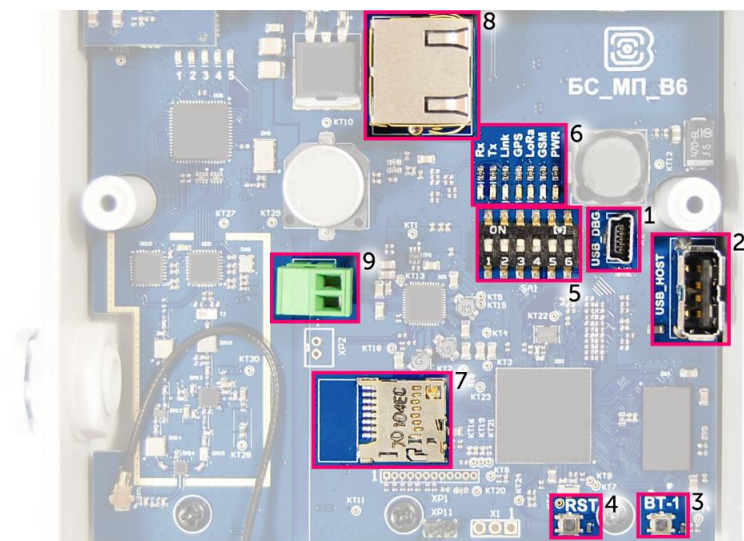

Рис. 3.1. Расположение средств управления и индикации, а также входных и выходных интерфейсов.
Базовая станция подключается к сети интернет 8-жильным сетевым кабелем (витая пара), через разъём на плате (рис. 3.1 (8)). Кабель может быть обжат по стандартам T568A и T568B. Контакты нумеруются с 1-го по 8-й справа налево.
На плате имеется дополнительный разъём для питания (рис. 3.1 (9)). Подключаться к нему можно только при отключении контактов питания в сетевом кабеле, это контакты 4, 5 и 7, 8. Допустимое напряжение питания 12-48 В, минимальная мощность 20 Вт.
Базовая станция имеет mini USB порт для подключения к компьютеру и работы по протоколу SSH (рис. 3.1 (1)), а также хост USB для подключения внешних устройств по USB кабелю (рис. 3.1 (2)). Кроме того, на плате расположено гнездо для SD накопителя (рис. 3.1 (7)).
На плате базовой станции расположены две кнопки. Одна из кнопок зарезервирована для дальнейших разработок (рис. 3.1 (3)). По нажатию на другую кнопку происходит мгновенная перезагрузка базовой станции (рис. 3.1 (4)).
Кроме того на плате расположены переключатели (рис. 3.1 (5)), которые предназначены для выбора способа загрузки образа прошивки: с внутренней памяти, с SD-карты или через mini USB с компьютера и используются только в условиях сервиса. В рабочем режиме положение переключателей должно быть таким, как на рисунке 3.3 – включены только переключатели 3 и 4.
На плате расположены несколько светодиодных индикаторов (рис. 3.1 (6)), сигналы которых описаны в таблице ниже. Они отображают функционирование той или иной системы: питание (включено/выключено), видимость спутников GPS, GSM-модем (включен/выключен), функционирование программы обработки сигналов LoRa (Packet forwarder запущен/не запущен), наличие активности по Ethernet, обмен данными по mini USB порту.
При подключении по последовательному порту необходимо соединить базовую станцию с персональным компьютером кабелем с разъемом mini-USB. На плате нужный порт обозначен как USB_DBG (рис. 3.1(1)). Далее необходимо осуществить подключение к виртуальному COM-порту, для этого нужно установить драйвер для MCP2200. Тогда в диспетчере устройств появятся «**Порты (COM и LPT)**».